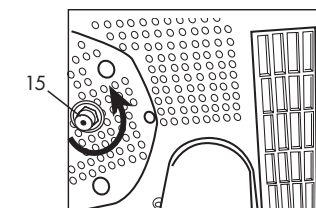

Fig. 17
Pulire periodicamente la caldaia dall'eventuale calcare che dovesse essersi formato, svitando il tappo di scarico (15) che si trova sotto la macchina. Fig. 17.